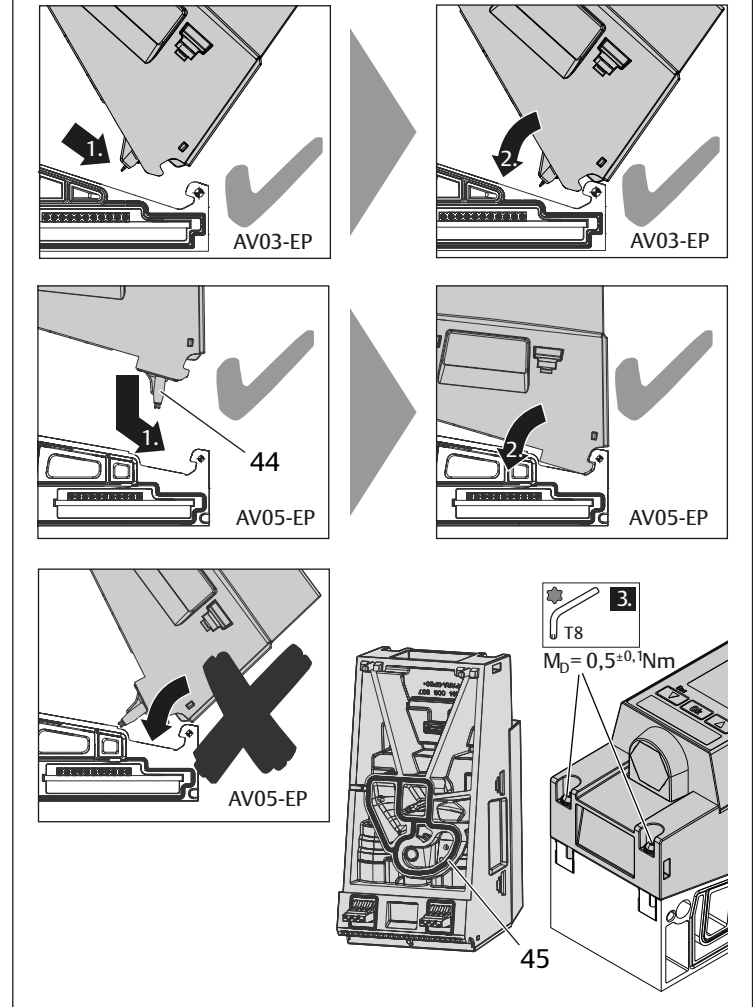

Bild 16: Montera AV-EP-tryckregulatorn på basplattan
1. Sätt på AV-EP på vridaxeln \blacklozenge på följande sätt (se bild 16):
2. Fäll ner AV-EP-tryckregulatorn, så att den sitter ordentligt på AV-EP-basplattan. Se till att tätningen (45) sitter korrekt i tryckregulatorn.